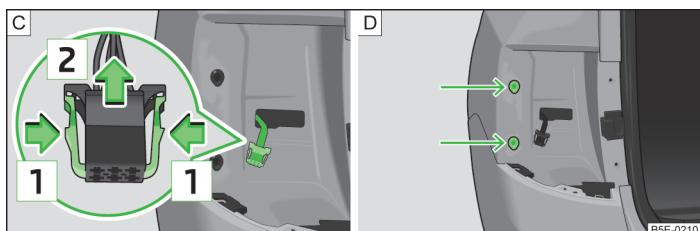

Fig. 234 Montar el conector de la lámpara / lámpara
- Presione ambos enclavamientos en el conector en el sentido de la flecha [1] » fig. 234 - [C].
- Introduzca la lámpara en los alojamientos de la carrocería » fig. 234 - [D].